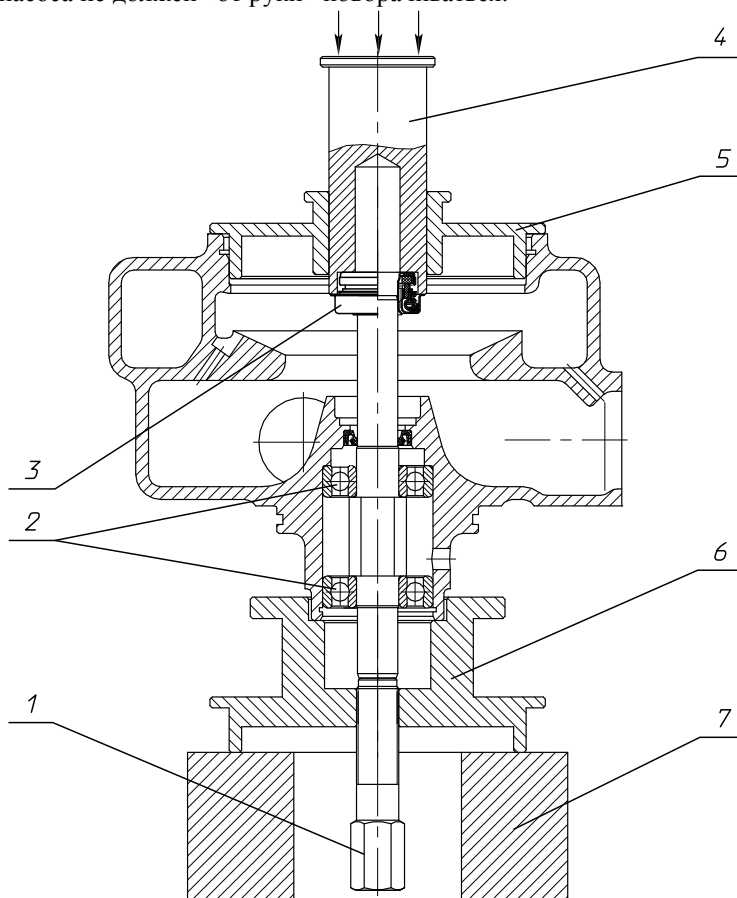

Рис.39. Установка торцевого уплотнения «КАСО»
1. Установить корпус насоса в сборе с валом и подшипниками через специальную проставку 6 вертикально на жесткую опору 7, которая имеет внутреннее отверстие для размещения установочного винта 1 (см. рисунок 39).